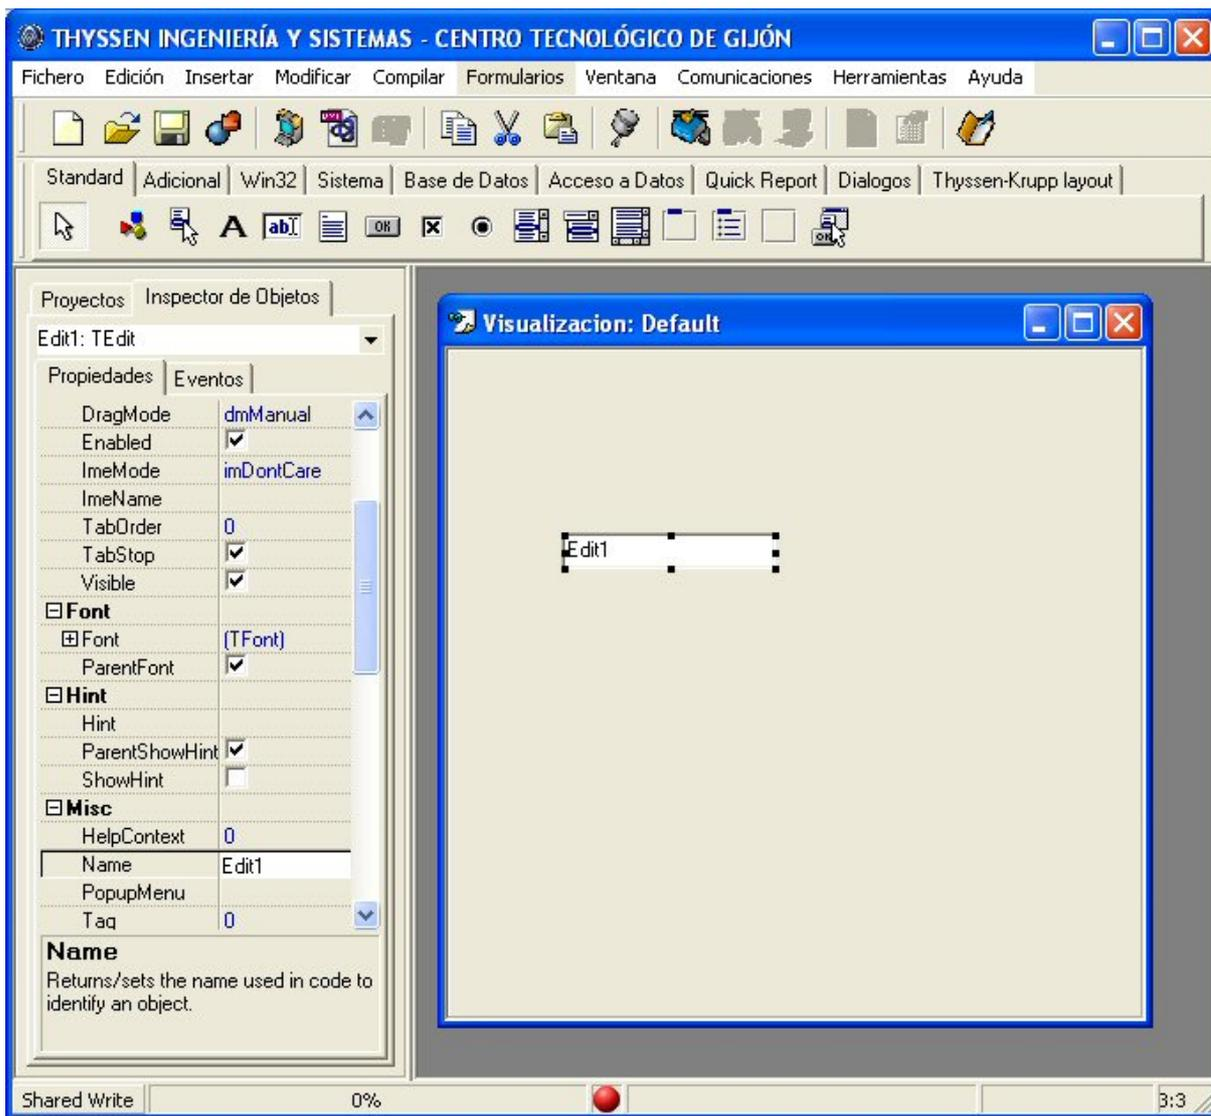

Ilustración 74: Trabajando con la edición del layout.
Una vez que el formulario está abierto, se puede pasar a editar los componentes que contiene mediante la opción **Formularios / Modo Diseño** del menú principal, y el resultado es algo similar a lo que se muestra en la Ilustración 74.
- **Diseño**, en este modo, la pantalla cambia para mostrarse tal y como aparece en la Ilustración 74, apareciendo una paleta de componentes en la parte superior, que podemos usar para componer el formulario según nuestras necesidades. En este modo, también aparecerá una ventana flotante donde podemos escribir código de script, en el lenguaje JavaScript, que permite programar los eventos de los componentes que hemos situado en el formulario. Los cambios que hagamos en este modo si serán guardados.